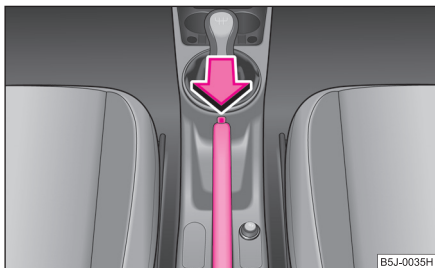

Abb. 115 Mittelkonsole:
- Ziehen Sie den Handbremshebel etwas hoch **und** drücken Sie **gleichzeitig** den Sperrknopf ⇒ Abb. 115 hinein.